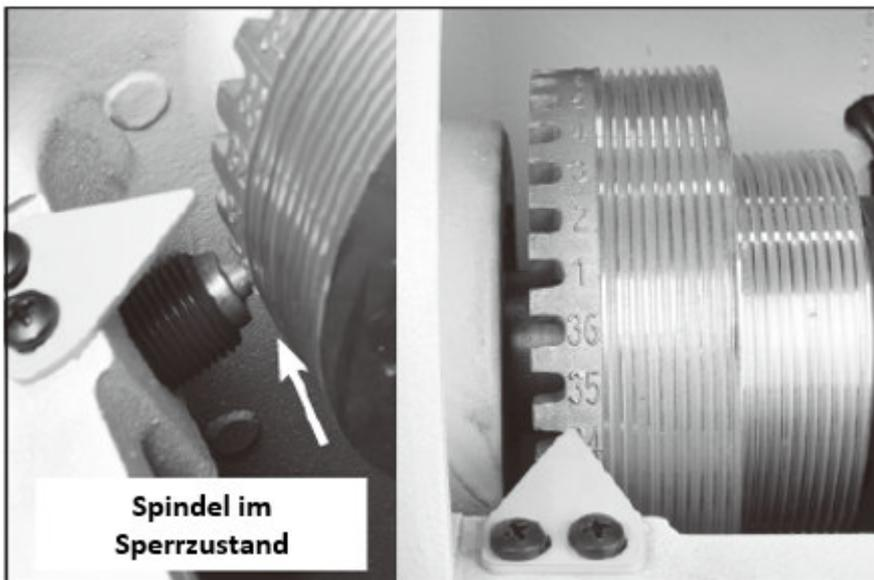

Abb.7-22: Spindelarretierung
2. Um die Spindel zu entriegeln und freizugeben, führen Sie den Vorgang in umgekehrter Reihenfolge durch. Mit dem Zeiger (Abb. 7-22) können Sie ein bestimmtes, nummeriertes Indexloch auswählen, um präzise Muster auf Ihrem Werkstück zu erzeugen.